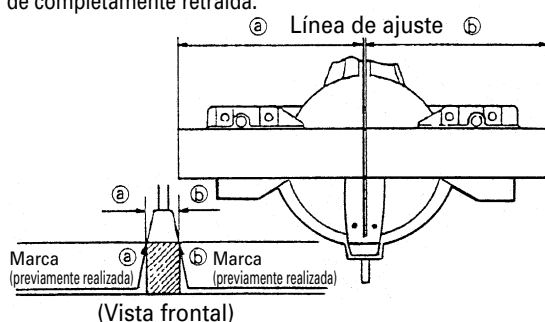

Fig. 21
- Como se muestra en la Fig. 21, la anchura de la hoja de sierra es la de corte. Por lo tanto, deslice la pieza de trabajo hacia la derecha (vista desde la posición del operador) cuando desee la longitud (a), o hacia la izquierda cuando desee la longitud (b). (Sólo modelo C10FCH2)